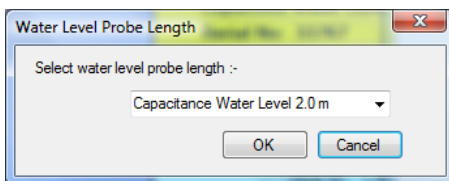

Figura 5. Escogencia del largo del Odyssey
3.2.5 En la parte de esta ventana, que indica “Select a sensor type” (Seleccione un tipo de sensor), escoja “Capacitance Water Level” (Nivel de Capacitancia de Agua). Saldrá la siguiente ventana. Ver figura 5. Escoja el largo del limnógrafo que usted va a calibrar. Este dato se encuentra al lado del número serial en la cápsula del equipo. Una vez escogido este largo, haga click en OK.